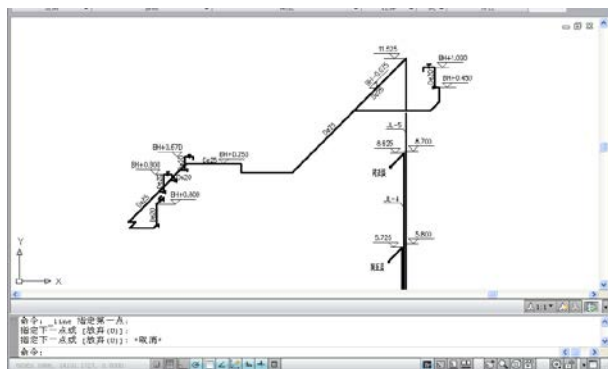

图 18.38
(16) 完成管线绘制后，进行文字说明及尺寸标注，系统图的标注方法和平面图基本相同，不过部分标注内容需要旋转 45° ，如图 18.38 所示。